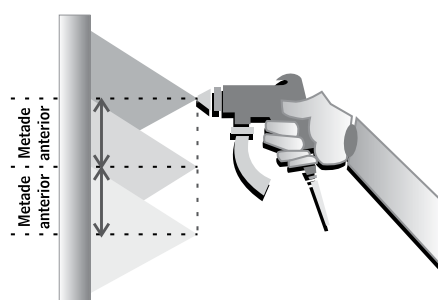

Figura 6
- Deve-se cobrir 50% da passada anterior com a próxima passada da pistola para que seja obtida uma superfície regular e nivelada (**Figura 6**).